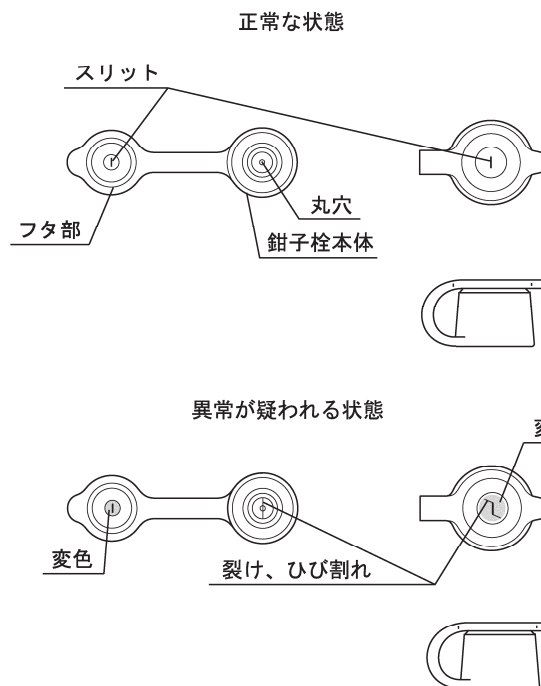

図 2
10. 鉗子栓のフタ部のスリットまたは鉗子栓本体の丸穴に裂け、ひび割れ、変形、変色などの異常がないことを目視で確認すること（図 2 参照）。